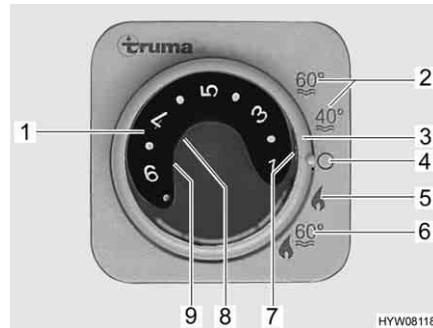

Bild 56 Bedieneinheit für Heizung/
- Betriebsart mit dem Drehschalter (Bild 56,3) einstellen.
Die Heizung wählt nach gewünschter Raumtemperatur selbstständig die benötigte Brennerstufe. Wenn die gewünschte Raumtemperatur erreicht ist, schaltet der Brenner ab. Bei Betriebsart "Heizung und Boiler" (Bild 56,6) wird auch das Wasser im Boiler erhitzt. Die Heizung kann in der Betriebsart "Heizung ohne Boiler" (Bild 56,5) mit leerem Boiler betrieben werden.
- Temperaturdrehknopf (Bild 56,1) an der Bedieneinheit auf gewünschte
- Drehschalter (Bild 56,3) auf Winterbetrieb "Heizung ohne Boiler"
(Bild 56,5) oder auf Winterbetrieb "Heizung und Boiler" (Bild 56,6) stellen.
Grüne Kontroll-Leuchte (Bild 56,7) leuchtet.
- Drehschalter (Bild 56,3) auf "O" (Bild 56,4) stellen.